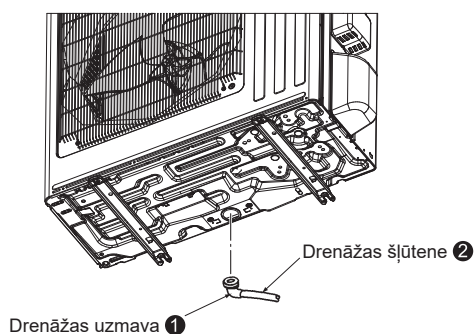

Fig. 4-1
4. Ārējās iekārtas drenāžas caurules (Fig. 4-1)